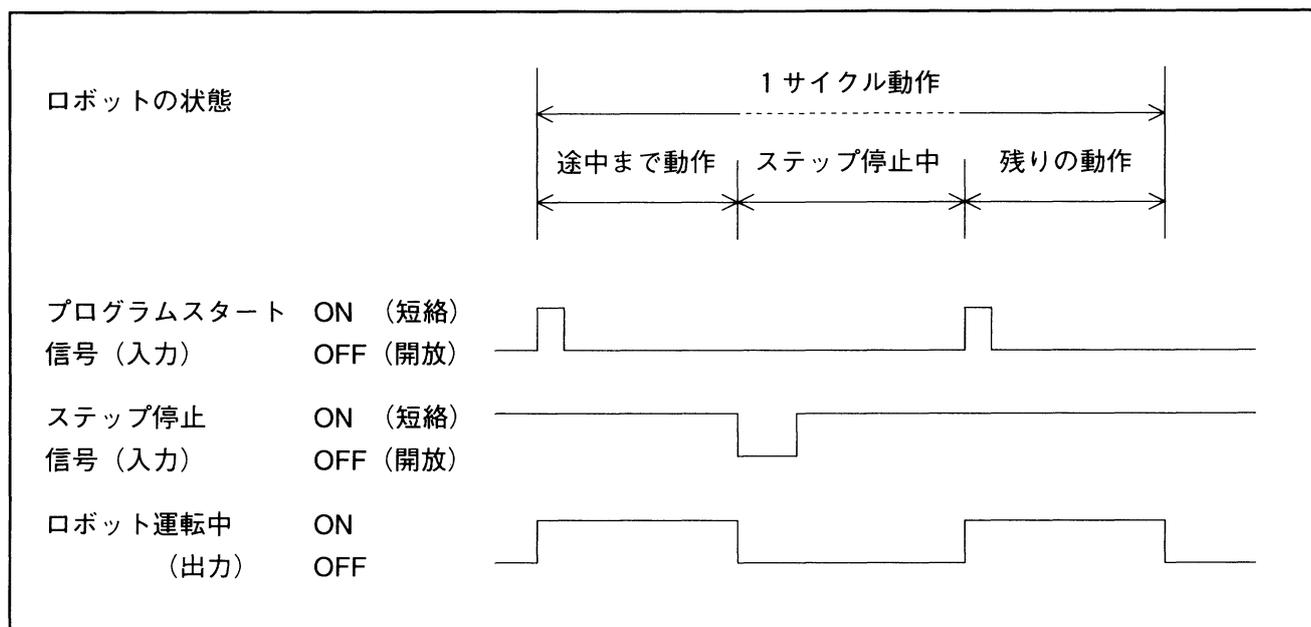

図5-36 ステップ停止信号
- ①この信号がON（短絡）→OFF（開放）されると、ロボットは現在実行中のステップを終了した時点で停止し、ロボット運転中出力をOFFします。しかし自動モード、外部モードは維持されており、プログラムスタート信号の入力でプログラムの続きを実行します。図5-36をご参照ください。
- ②プログラムスタート信号入力時にこの信号をOFF（開放）しておく、ステップ毎に停止します。
- ③オペレーティングパネルまたはティーチングペンダントによる内部運転の場合は、この信号がON（短絡）→OFF（開放）されたときに限り有効です。
- ④ステップ停止後の再起動方法はP5-33の「3.4.4 プログラムスタート」をご参照ください。